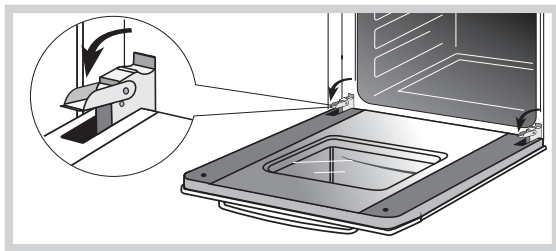

Рис.30
- поднимите и поверните до упора рычаги, расположенные на двух шарнирах (рис. 30),